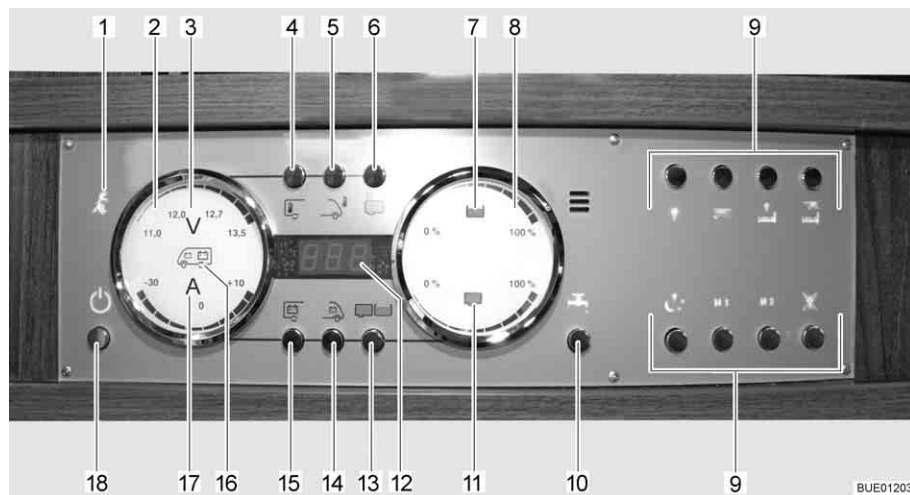

Fig. 134 Panel LT 510
Se enciende la luz de control de 230 V (Fig. 134,1) cuando hay tensión de red en la entrada del bloque eléctrico.
El interruptor principal de 12 V (Fig. 134,18) conecta y desconecta el panel y la alimentación de 12 V del habitáculo.
- Pulsar la tecla de la alimentación de 12 V (Fig. 134,18) brevemente. La alimentación de 12 V del habitáculo está conectada. La visualización de control "12 V" está encendida.
- ▷ En caso de que después de la conexión parpadeen tanto el LED "11,0" de la visualización de voltios así como el símbolo Voltios "V" (Fig. 134,3) en el instrumento indicador Baterías (Fig. 134,2), será demasiado baja la tensión de la batería del habitáculo. Cargar la batería.
- ▷ En caso de que después de la conexión parpadeen tres veces la visualización de control 12 V y el símbolo Voltios V (Fig. 134,3), estará activada la separación de batería. Desactivar la separación de batería.
- Pulsar la tecla de la alimentación de 12 V (Fig. 134,18) brevemente. La alimentación de 12 V del habitáculo está desconectada. La visualización de control "Alimentación de 12 V" se apagará.
- Pulsar la tecla Batería del habitáculo (Fig. 134,15) y mantenerla pulsada aprox. 10 segundos. El símbolo Voltios "V" (Fig. 134,3) y la visualización de control "12 V" parpadearán tres veces. La batería del habitáculo está separada de la red de a bordo de 12 V.
- Pulsar la tecla de la alimentación de 12 V (Fig. 134,18) y mantenerla pulsada aprox. 5 segundos. El símbolo Voltios "V" (Fig. 134,3) y la visualización de control "12 V" parpadearán tres veces. La batería del habitáculo está conectada a la red de a bordo de 12 V. La visualización de control estará encendida durante aprox. 5 segundos.
- Pulsar la tecla Batería del habitáculo (Fig. 134,15). El símbolo Voltios "V" (Fig. 134,3) estará encendido. Según la carga o la descarga, el símbolo Amperios "A" (Fig. 134,17) estará encendido de color blanco o bien rojo. La tensión de la batería y la corriente de la batería del habitáculo son visualizadas a través de LEDs en el instrumento indicador.
- Pulsar la tecla Batería del motor de arranque (Fig. 134,14). El símbolo Voltios "V" (Fig. 134,3) estará encendido. La tensión de la batería del motor de arranque es visualizada a través de LEDs en el instrumento indicador.
- Pulsar la tecla Depósitos (Fig. 134,13). Los símbolos Depósito de agua (Fig. 134,7) y Depósito de aguas residuales (Fig. 134,11) estarán encendidos. Los niveles de llenado del depósito de agua (escala superior) y del depósito de aguas residuales (escala inferior) serán visualizados a través de LEDs en el instrumento indicador.
El símbolo Depósito de agua (Fig. 134,7) o el símbolo Depósito de aguas residuales (Fig. 134,11) parpadeará si el depósito de agua está vacío o el depósito de aguas residuales está lleno.
A través del visualizador digital (Fig. 134,12) es posible visualizar la temperatura interior y la temperatura exterior.
- Pulsar la tecla Temperatura interior (Fig. 134,4). Indica la temperatura interior.
- Pulsar la tecla Temperatura exterior (Fig. 134,5). Indica la temperatura exterior.